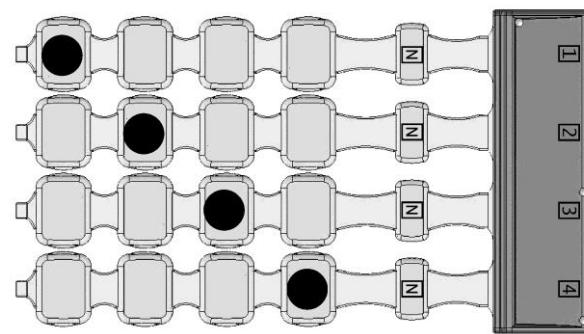

Рис. 19
- «бегущая диагональ» (рис. 19) - последовательное возбуждение индукторов, расположенных по диагонали с последующим односторонним возбуждением соседних индукторов по циклическому закону;